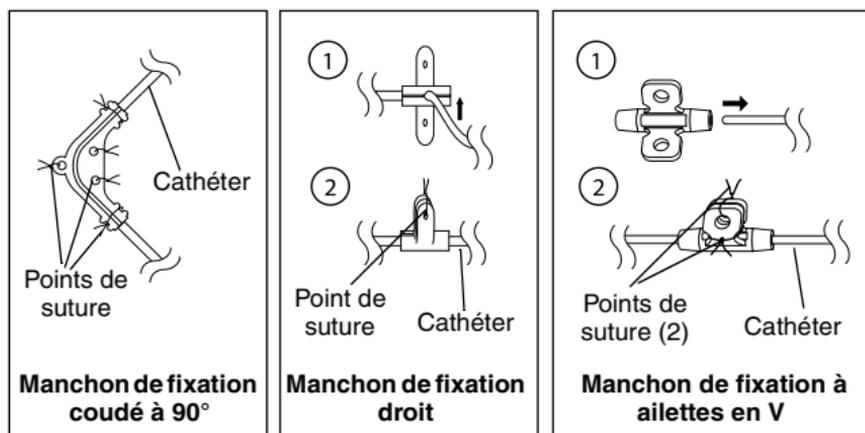
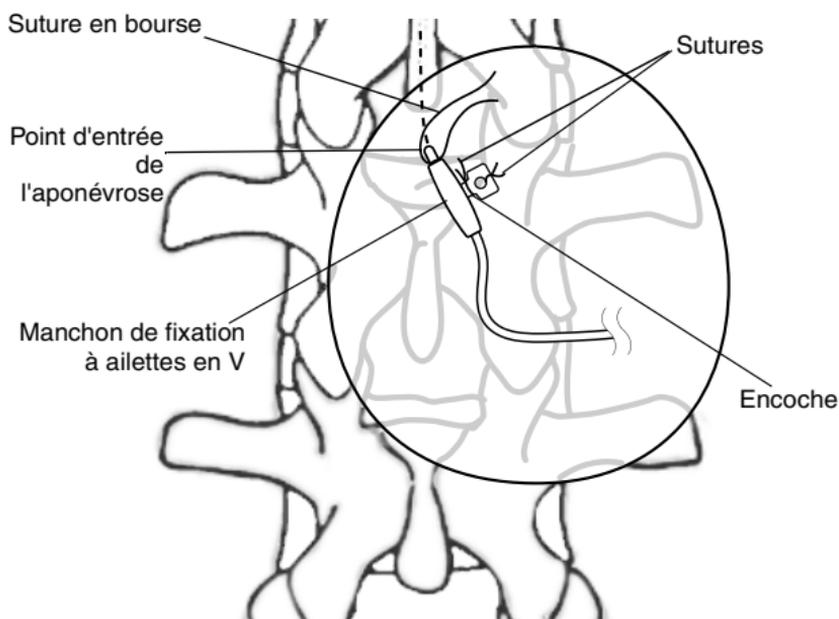

Figure 5. Fixation d'un manchon de fixation.
Figure 6. Mise en place du manchon de fixation à ailettes en V.
15. Faire une suture en bourse pour fermer le ligament autour du cathéter (Figure 6 à la page 27).
- **Manchon de fixation coudé à 90°** — Placer le cathéter dans la rainure du manchon de fixation (Figure 5).
- **Manchon de fixation droit** — Placer le cathéter dans la fente du manchon de fixation (Figure 5). Si la fente n'est pas visible, tirer sur les attaches de la suture du manchon de fixation jusqu'à ouverture de la fente. Il sera peut-être nécessaire de forcer pour ouvrir la fente.
- **Manchon de fixation à ailettes en V** — Enfiler le cathéter dans le canal du manchon de fixation (Figure 5).
- **Manchon de fixation coudé à 90°** — Suturer par les trous de suture et sur les extrémités à encoche (Figure 5).
- **Manchon de fixation droit** — Suturer les deux attaches par les trous de suture afin que les attaches reposent à plat l'une contre l'autre (Figure 5).
- a. Suturer ensemble les ailettes du manchon de fixation au niveau de l'encoche ; les ailettes doivent reposer à plat l'une contre l'autre afin d'engager et de saisir correctement le cathéter (Figure 5 ci-dessus et Figure 6 à la page 27).
- b. Suturer ensemble les ailettes du manchon de fixation par les trous de suture et les fixer à l'aponévrose voisine (Figure 5 ci-dessus et Figure 6 à la page 27).